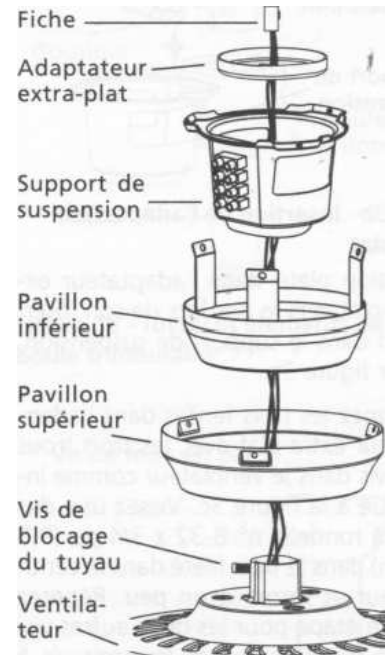

Figure3a - Installation de l'adaptateur
1. Référez-vous aux figures 3a, 3b et 3c pour les paragraphes qui suivent.
Enlevez la vis de fixation du tuyau. Remarque : Gardez la vis de fixation du tuyau pour un usage futur dans un montage standard ou incliné. Avec le ventilateur placé horizontalement dans la mousse d'emballage, commencez par faire passer le faisceau de fils par le centre du pavillon supérieur, puis par le support de suspension et enfin par l'adaptateur extra plat. Voir figure 3a.